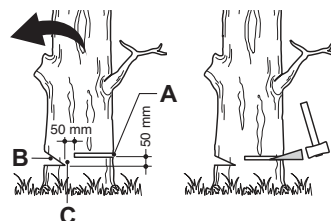
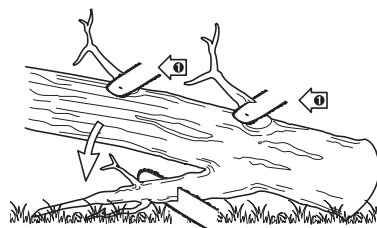

Fig. 28
Fig. 29
Effectuez une entaille (Fig. 29, B) d'une profondeur égale à 1/3 du diamètre de l'arbre, perpendiculairement au sens de la chute (Fig. 28). Faites la coupe horizontale en premier. Ainsi, la chaîne et le guide-chaîne ne risquent pas d'être coincés dans le bois lorsque vous ferez la deuxième entaille.
- > Le trait d'abattage (Fig. 28, A) doit être situé au moins 5 cm au-dessus de la ligne horizontale de l'entaille d'abattage (Fig. 28), et il doit être strictement parallèle à celle-ci. Laissez entre l'entaille et le trait d'abattage une épaisseur de bois assez conséquente pour pouvoir constituer une charnière. La charnière (Fig. 28, C) a pour but d'éviter que l'arbre ne pivote et tombe dans la mauvaise direction. Ne la coupez pas.
L'ébranchage consiste à enlever les branches d'un arbre abattu. Pendant l'ébranchage, laissez les grosses branches inférieures afin que le tronc reste en suspension au-dessus du sol. Détachez les petites branches en une seule coupe (Fig. 29). Les branches sous tension doivent être coupées par en dessous, afin d'éviter tout risque de coincement de l'appareil.